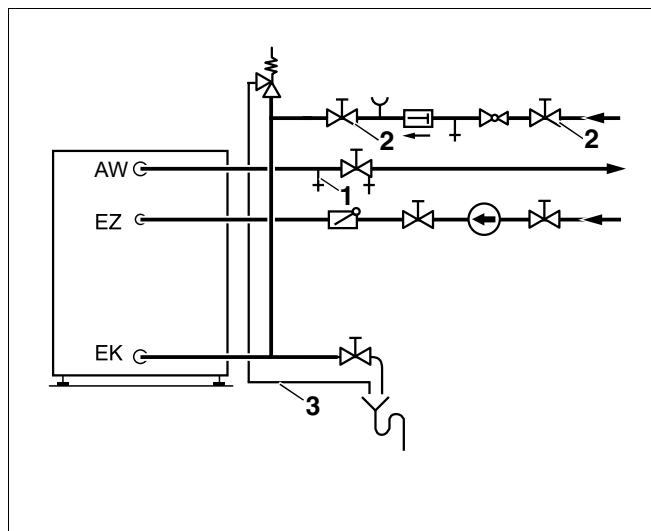

Fig. 9 Installazione secondo norma DIN 1988 (Figura schematica)
- Aprire la valvola d'aerazione e di sfogo aria (fig. 9, **pos. 1**) oppure il rubinetto di prelievo posto al punto più alto, per sfiatare l'accumulatore produttore d'acqua calda.
- Aprire la valvola di intercettazione per l'acqua fredda EK (fig. 9, **pos. 2**), per caricare l'accumulatore produttore d'acqua calda.
- Prima dell'accensione verificare che la caldaia, l'accumulatore produttore d'acqua calda e la rete di tubazioni siano state caricate (riempite con acqua). Per questo aprire la valvola d'aerazione e di sfogo aria (fig. 9, **pos. 1**).
- Lasciare la tubazione di sfogo della valvola di sicurezza (fig. 9, **pos. 3**) sempre aperta.
- La tubazione di sfogo della valvola di sicurezza (fig. 9, pagina 14) deve rimanere sempre aperta.